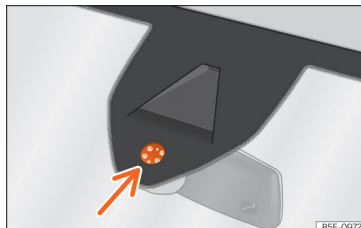

Fig. 103 Superfície sensível do sensor de chuva.
As possíveis causas de anomalias e interpretações erróneas na zona da superfície sensível » » » Fig. 103 do sensor de chuva são, entre outras:
- Limpe regularmente a superfície sensível do sensor de chuva »» Fig. 103 (seta) e verifique possíveis danos nas escovas.